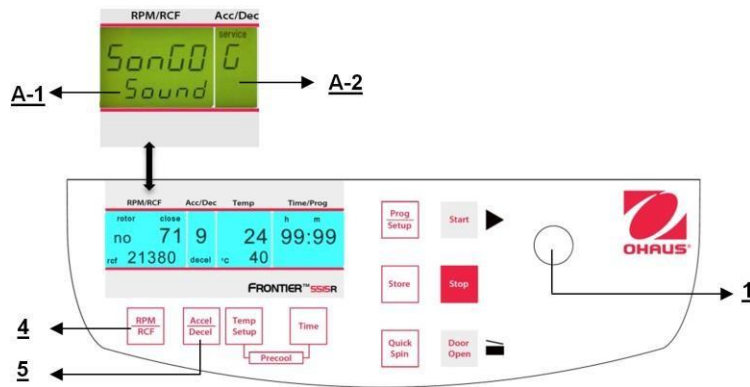

Figura 37
Proceda como se describe en el punto 4.1.1 para ingresar en este modo de programa y luego presione el botón "**Accel/Decel**" (5). En la pantalla "**Acc/Dec**" (A-2) destella la palabra "**Service**". Ahora seleccione la letra "**G**" con la perilla de ajuste (1). Como resultado, en la pantalla "**RPM | RCF**" (A-1) aparece la palabra "**SonGo/Sound**". Después de presionar el botón "**RPM | RCF**" (4), puede seleccionar una melodía con la perilla de ajuste (1). (Vea la Figura 37.)